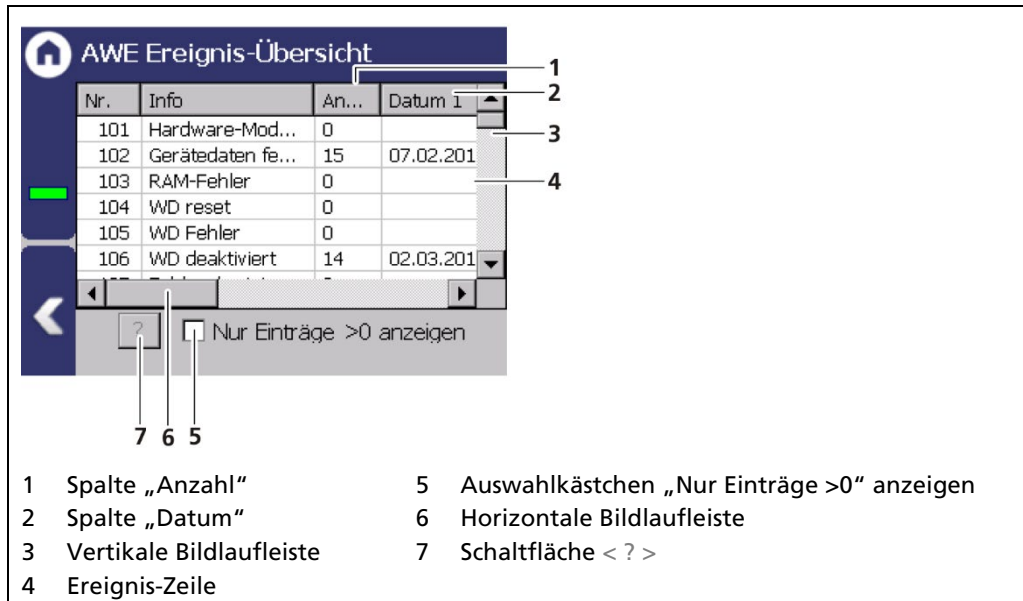

Abb. 137 AWE Ereignis-Übersicht
Im Fenster „Ereignis-Übersicht“ werden alle protokollierbaren Ereignisse chronologisch in tabellarischer Form dargestellt. Aktivieren Sie das Auswahlkästchen „Nur Einträge >0 anzeigen“ (Abb. 137, Pos. 5), um nur Ereignisse darzustellen, die aufgetreten sind.
1. Klicken Sie eine Zeile in der Liste (Abb. 137, Pos.4) an.
2. Klicken Sie auf < ? > (Abb. 137, Pos.7).
3. Mit der Schaltfläche < Schließen > schließen Sie die Ereignis-Beschreibung (Abb. 137, Pos.7).
4. Schieben Sie den Balken der horizontalen Bildlaufleiste (Abb. 137, Pos. 6) nach rechts, um zu sehen zu welchen Zeitpunkten (Datum, Uhrzeit) das Ereignis aufgetreten ist.